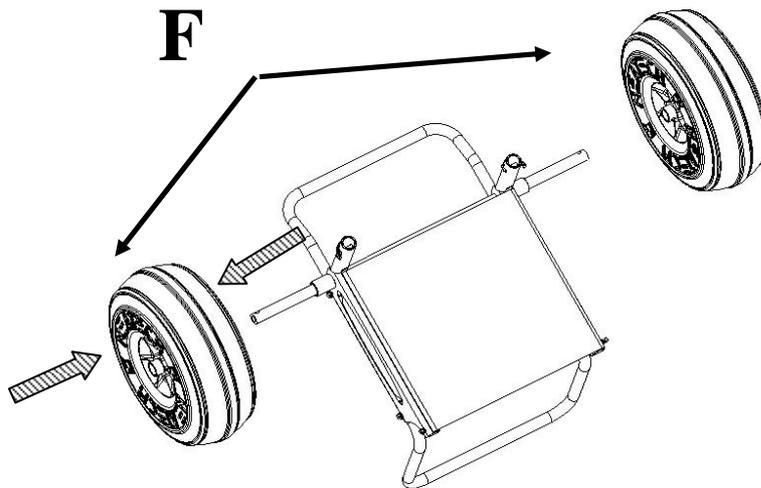

Fig.2
Insérer les roues (F) sur leur axe. Insérer profondément chaque clip de roue (G) dans son propre trou aligné avec celui de l'axe de roue. (Fig.2).